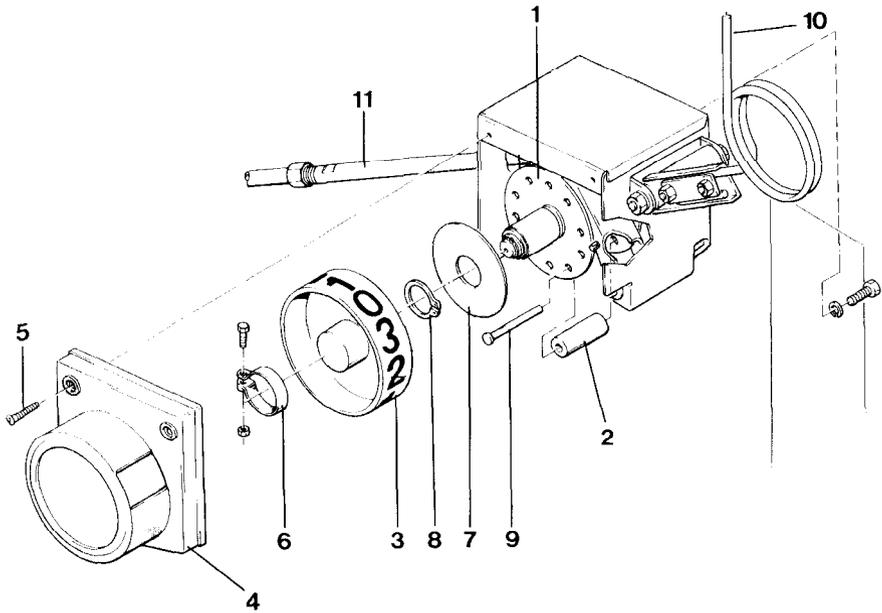

Fig. 63
Ein Teilungsrad (Fig. 63/1) im Schaltkasten steuert die Reihen, in denen Fahrgassen angelegt werden. Für die 2-, 3-, 4- und 6fach-Schaltung ist das Teilungsrad gleich. Zum Umrüsten des Schaltkastens auf eine andere Schaltung sind, wie am Ende dieses Abschnittes beschrieben, nur die Schaltrollen (Fig. 63/2) umzustecken bzw. zu ergänzen. Für alle weiteren Schaltungen können entsprechende Teilungsräder geliefert werden.
Das Teilungsrads (Fig. 63/1) ist für den 2-, 3-, 4- und 6fachen Wechsel gleich. Soll die Wechselfolge geändert werden, brauchen lediglich die Schaltrollen (Fig. 63/2) am Teilungsrads (Fig. 63/1) umgesteckt bzw. ergänzt zu werden.
Für den 5-, 7-, 8- und 9fachen Wechsel ist beim Umbau das vorhandene Teilungsrads (Fig. 63/1) gegen ein für die erforderliche Schaltung entsprechendes Teilungsrads auszutauschen. Bei jedem Wechsel auf eine andere Schaltung ist grundsätzlich auch der richtige Kontrollstreifen auf dem Anzeigerads (Fig. 63/3) anzubringen.
Es sind lediglich die Schaltrollen (Fig. 63/2) umzustecken bzw. zu ergänzen. Dies ist auch bei angebautem Schaltkasten an der Sämaschine möglich.
- Schutzdeckel (Fig. 63/4) nach dem Lösen der zwei Blechschrauben (Fig. 63/5) abnehmen.
- Schelle (Fig. 63/6) lösen und mit dem Anzeigerads abziehen.
- Die Sicherungsscheibe (Fig. 63/7) ist nach dem Entfernen des Sicherungsringes 24 x 1,2 (Fig. 63/8) abzunehmen.
- Die freiliegenden Schaltrollen (Fig. 63/2) lassen sich nun anhand der Fig. 64 umrüsten, nachdem die Bolzen (Fig. 63/9) herausgezogen sind.
- Sicherungsscheibe (Fig. 63/7) und Sicherungsring (Fig. 63/8) montieren.
- Anzeigerads (Fig. 63/3) mit neuem Kontrollstreifen (Fig. 65) versehen und auf dem Teilungsrads mit Hilfe der Schelle (Fig. 63/6) befestigen.
- Schaltkasten an der Bedienungsfeder (Fig. 63/10) durchschalten, bis das Klemmrohr (Fig. 63/11) durch eine Schaltrolle (Fig. 63/2) angezogen und gehalten wird. Der Schutzdeckel (Fig. 63/4) wird an den Schaltkasten gehalten und das Anzeigerads (Fig. 63/3) so weit verdreht, bis die Zahl „0“ am Fenster des Schutzdeckels zu sehen ist.
- Anzeigerads (Fig. 63/3) mit der Schelle (Fig. 63/6) festklemmen und den Schutzdeckel (Fig. 63/4) montieren.
- Schaltkasten an der Bedienungsfeder (Fig. 63/10) durchschalten, bis sich das Anzeigerads (Fig. 63/3) mindestens dreimal vollständig gedreht hat, und überprüfen, ob der Schaltkasten ordnungsgemäß arbeitet, d. h. in jeder „0“-Stellung das Klemmrohr (Fig. 63/11) anzieht.